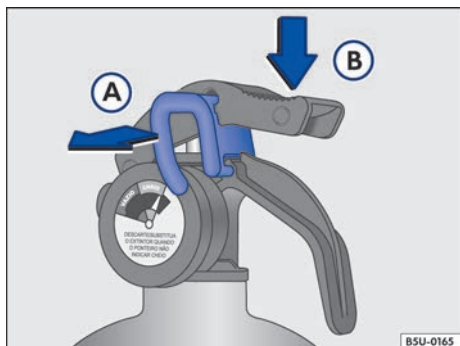
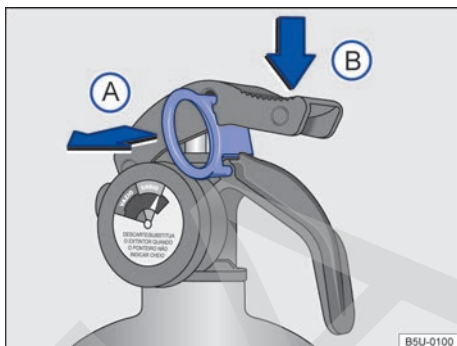

Fig. 153 Secuencia de uso del extintor de incendios.
Fig. 154 Secuencia de uso del extintor de incendios.
- Tirar la traba ⇒ fig. 153 (A) o ⇒ fig. 154 (A) para romper el lacre.
- Apretar el gatillo ⇒ fig. 153 (B) o ⇒ fig. 154 (B) para esparcir el polvo.